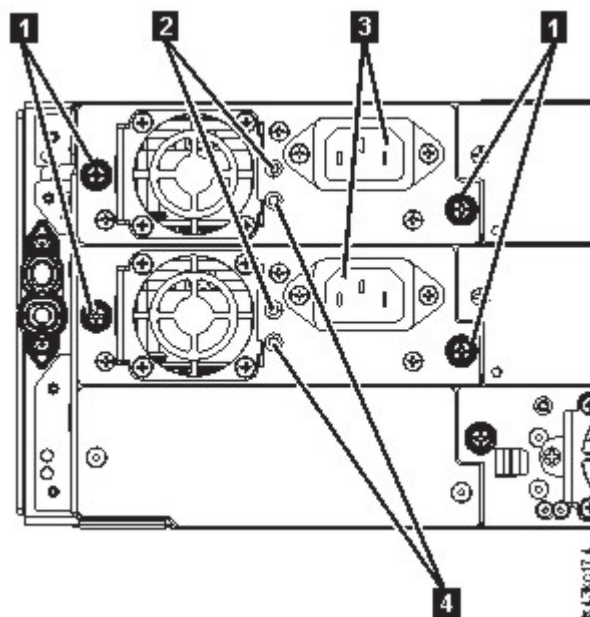

図 67. 電源機構
- 白色 LED (133 ページの図 67 の **2**) が点灯している。
- 緑色の LED (133 ページの図 67 の **4**) が点灯していない。